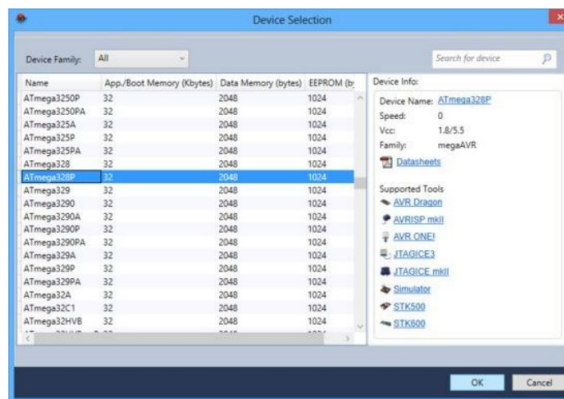

Рисунок 7.12 – Діалогове вікно Device Selection в Atmel Studio 6.2
2. У вікні Device Selection (рис. 7.12), оберіть ім'я пристрою AVR, яке необхідно. Натисніть **ОК** для створення нового проекту.